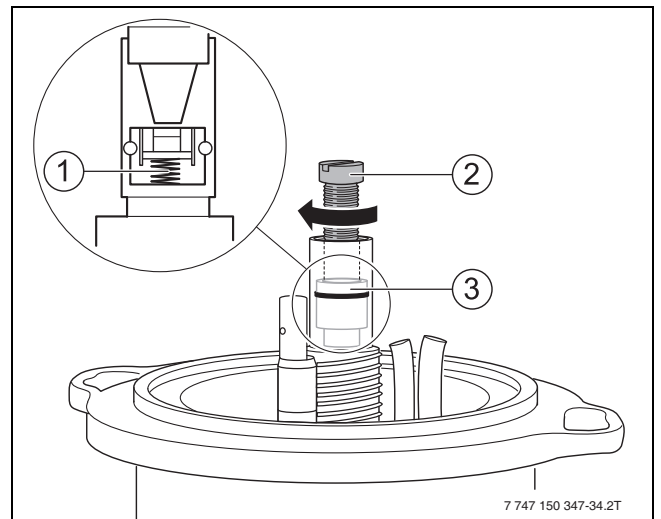

Bild 39 Abschlussventil austauschen
- ▶ Schraube M5 x 50 (→ Bild 39, [2]) einschrauben.
- ▶ Abschlussventil herausziehen (→ Bild 39, [3]).